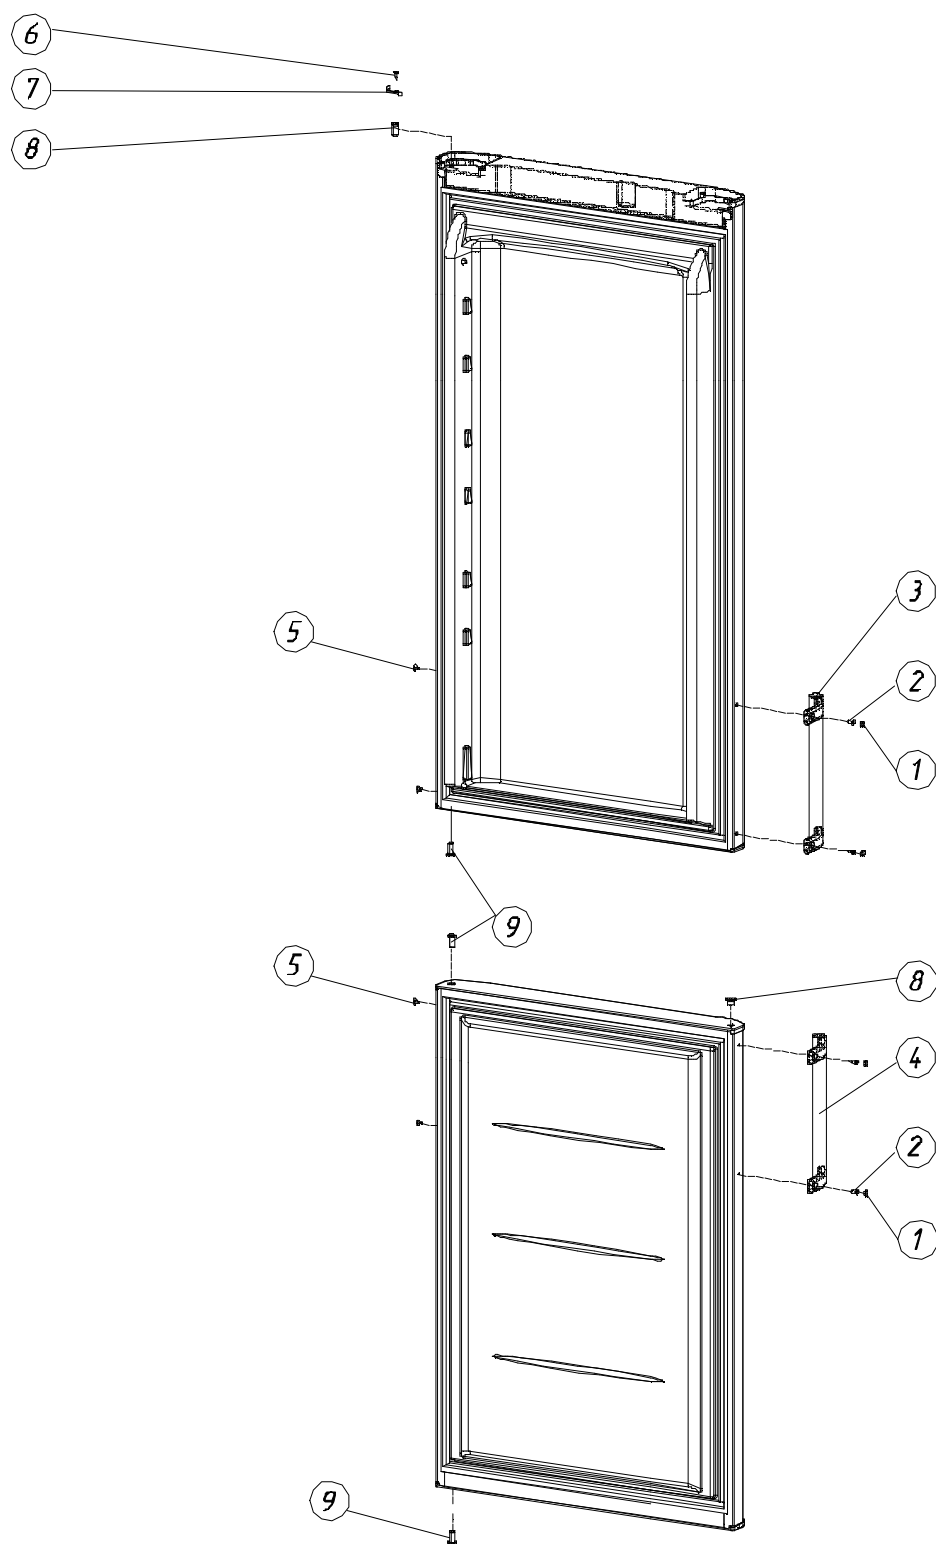

Рис. 8. Расположение перенавешиваемых узлов на дверях
16.1. Удалить заглушки (поз. 1, рис. 8) из ручек дверей холодильного (поз. 3, рис. 8) и морозильного (поз. 4, рис. 8) отделений.
16.2. Вывернуть винты (поз. 2, рис. 8), снять дверные ручки (поз. 3, рис. 8) и (поз.4, рис.8).
16.3. Удалить заглушки (поз. 5, рис. 8) и установить их с противоположной стороны дверей.
16.4. Поменять местами ручки и переставить их с левой стороны на правую, закрепить винтами (поз. 2, рис. 8) и установить заглушки (поз. 1, рис. 8).
16.5. Вывернуть винт (поз. 6, рис. 8), снять ограничитель-упор (поз. 7, рис. 8) и извлечь верхнюю втулку (поз. 8, рис. 8) из двери холодильной камеры. Втулку (поз. 8, рис. 8) и ограничитель-упор (поз. 7, рис. 8) установить с противоположной стороны двери сверху, зафиксировать винтом (поз. 6, рис. 8).
16.6. Извлечь из двери холодильной камеры втулку (поз. 9, рис. 8), установить с противоположной стороны двери снизу.
16.7. Из двери морозильной камеры извлечь втулки (поз. 9, рис. 8) и заглушку (поз. 8, рис.8). Установить втулки (поз. 9, рис. 8) с противоположной стороны двери снизу и сверху, заглушку (поз. 8, рис. 8) установить с противоположной стороны двери сверху.